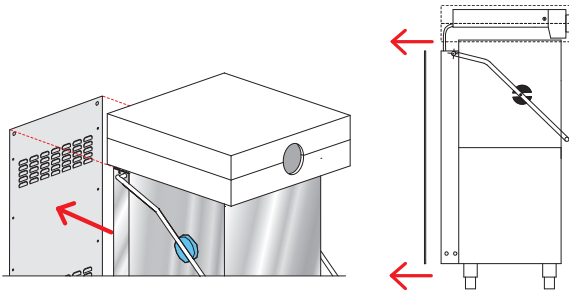

Abb. 10
- Die Rückseite abnehmen (siehe Abb. 10).